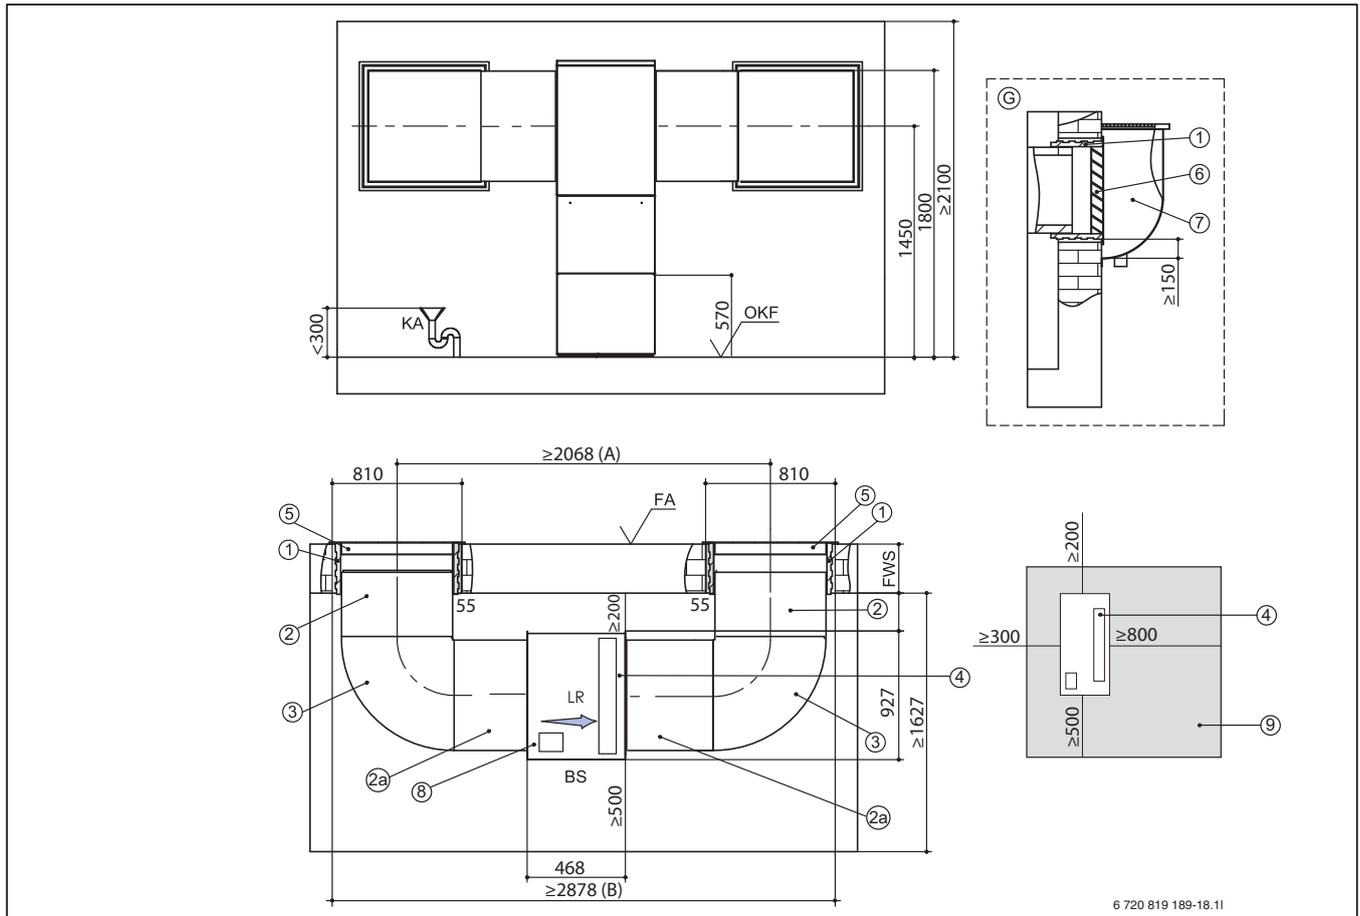

Bild 41 Kanalpläne für Luftkanalsystem für CS7000iAW 7/9 IR-S (Maße in mm)
- Kann aus baulichen Gründen die Zu- und Abluftführung nur an einer Gebäudeseite erfolgen, muss ein Luftkurzschluss verhindert werden. Das erreicht man über eine Trennwand zwischen den beiden Öffnungen oder durch einen ausreichenden Abstand untereinander (→ Maß **A**, Bild 41 / 43, Seite 80 / 82).